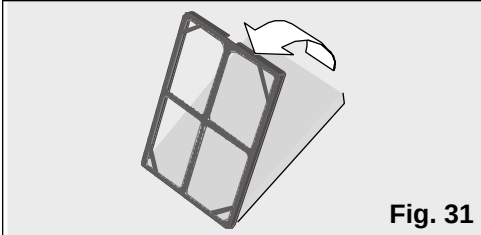

Fig. 31
- Überprüfen Sie, ob der Zusatzfilter im Halterahmen eingesetzt ist; andernfalls installieren Sie ihn wie in **Abb. 31** gezeigt.